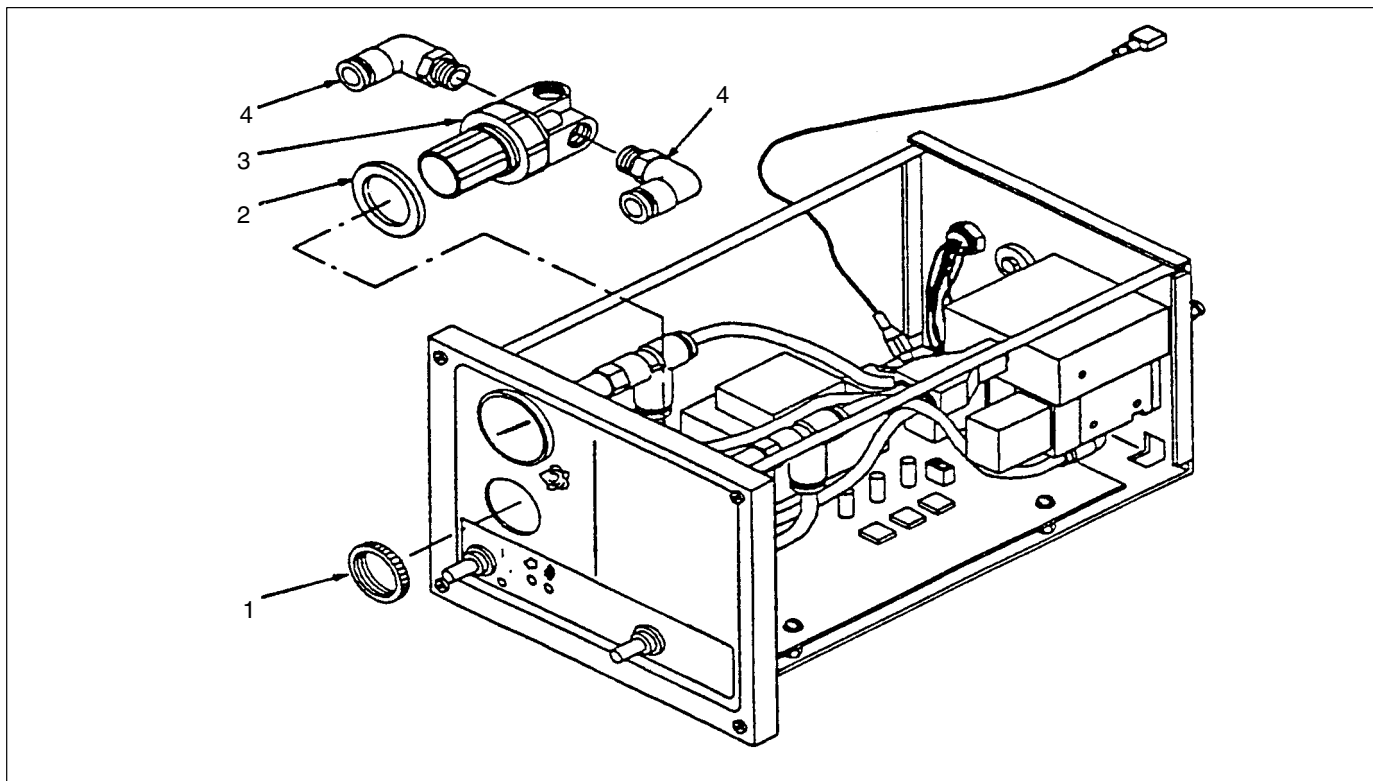

Bild 6-4 *Byte av tryckluftsregulator*
2. Se bild 6-4. Koppla loss luftslangarna från de vinklade anslutningarna på regulatorn.
3. Skruva av den räfflade fästmuttern (1) från regulatorn.
4. Tag ut regulatorn (3) och packningarna (2) från frontpanelen. Spara packningarna för återanvändning om de inte är skadade.